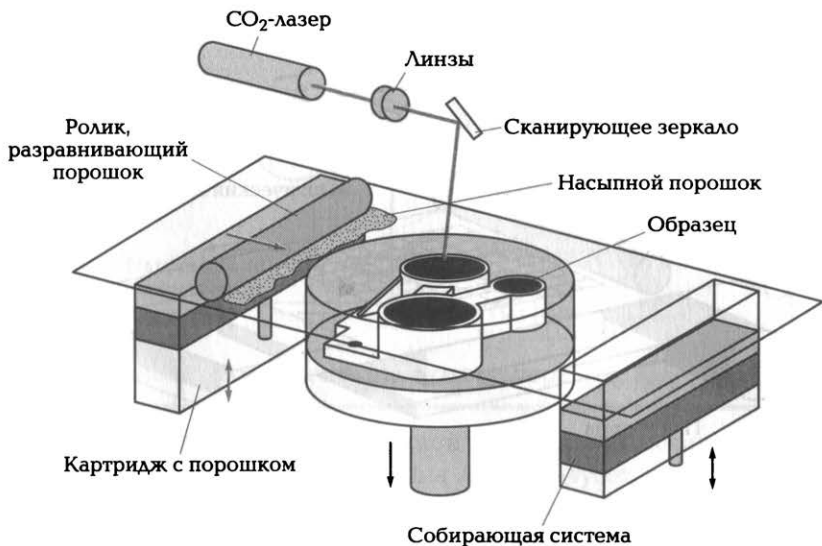

Рис. 7.11. Схема трехмерного принтера, реализующего технологию лазерного спекания SLS
*Лазерное спекание (Selective Laser Sintering — SLS)* — еще одна технология трехмерной печати, которая была разработана в конце 1980-х гг. в Техасском университете в Остине и запатентована в 1989 г. В трехмерных SLS-принтерах также используется лазер, но в качестве рабочего материала выступает не фотополимер, а порошок какого-нибудь относительно легкоплавкого пластика. Пластик в рабочем объеме SLS-принтера нагревается почти до температуры плавления, а чтобы он не загорелся и не стал окисляться, в рабочую зону подается азот (рис. 7.11). Затем мощный, например, CO2-лазер рисует по пластиковому порошку сечение детали, пластик нагревается выше температуры плавления и спекается. Сверху насыпается следующий слой и процедура повторяется. В конце работы лишний порошок просто удаляется с готовой модели. Лазерное спекание обеспечивает достаточно высокое качество деталей, хотя поверхность у них получается пористой. Вместе с тем полученные методом SLS модели — самые прочные, и эту технологию в принципе мож-